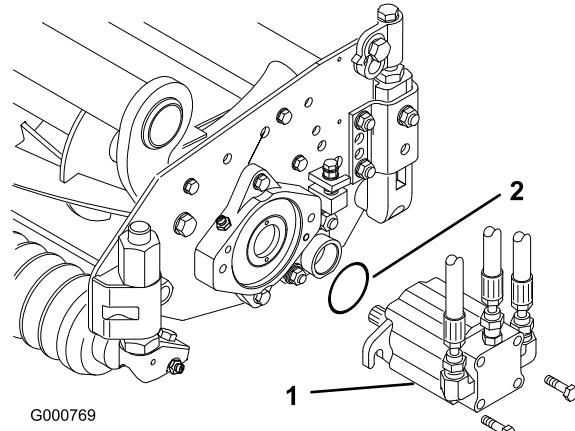

Figure 7
3. Lubrifiez et montez un grand joint torique dans la rainure du logement de roulement à chaque extrémité du plateau de coupe (Figure 4 et Figure 7).
13. Montez le moteur du côté entraînement du plateau de coupe et fixez-le avec deux vis d'assemblage fournies (Figure 7).